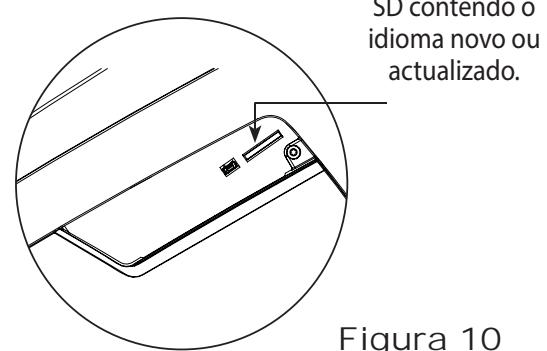

Figura 10
3. Insira o cartão SD contendo os dados do idioma no painel lateral na máquina. Ver Figura 10.